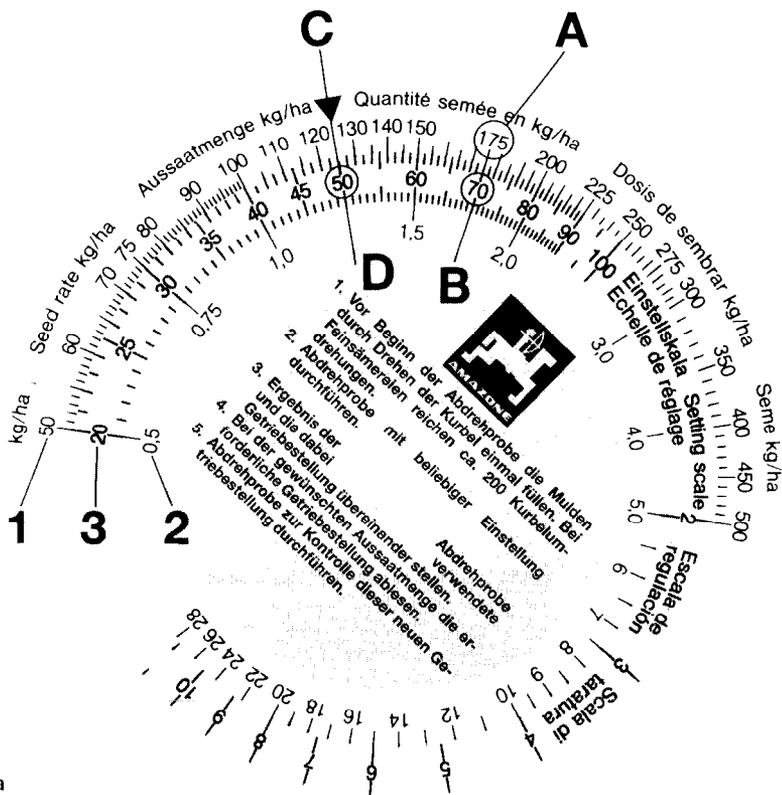

Fig. 25a
Die **erste** Abdrehsprobe ergibt in der Regel noch nicht die gewünschte Aussaatmenge. Mit den Werten der **ersten** Abdrehsprobe kann jedoch die richtige Getriebe-Einstellnummer leicht mit Hilfe der beiliegenden Rechenscheibe (Fig. 25a) ermittelt werden. Die Rechenscheibe besteht aus drei Skalen. Eine äußere weiße Skala (Fig. 25a/1) für alle Aussaatmengen über 30 kg/ha und eine innere weiße Skala (Fig. 25a/2) für alle Aussaatmengen unter 30 kg/ha. Auf der mittleren farbigen Skala (Fig. 25a/3) sind die Getriebe-Einstellnummern von 1 – 100 angegeben.
- Die Aussaatmenge 175 kg/ha (Fig. 25a/A) und die Getriebe-Einstellnummer „70“ (Fig. 25a/B) auf der Rechenscheibe übereinander stellen.
- Lesen Sie nun auf der Rechenscheibe die Getriebe-Einstellnummer für die gewünschte Aussaatmenge von 125 kg/ha (Fig. 25a/C) ab. In unserem Beispiel ist das die Getriebe-Einstellnummer „50“ (Fig. 25a/D).